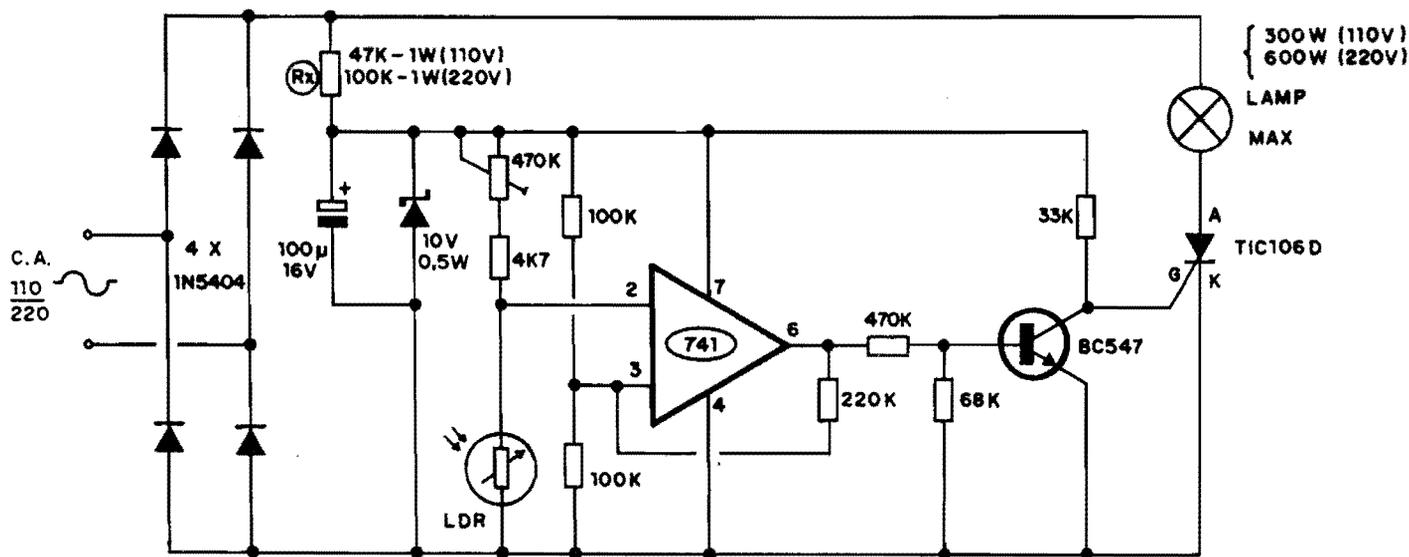

Fig. 1
- FIG. 1 - DIAGRAMA ESQUEMÁTICO DO CIRCUITO - Toda a sofisticação do circuito (se comparado a outros projetos com "intenções" semelhantes...) está no uso de um sensível comparador de Tensão, baseado num Integrado 741 cujas duas Entradas (a inversora, no pino 2, e a não inversora, no pino 3...) fazem o sensoramento de dois "nós" de uma ponte resistiva (um dos métodos mais precisos e sensíveis para se avaliar mesmo pequenas modificações das grandezas Resistência ou Tensão...), da qual um ramo é formado pelo conjunto equilibrado, determinado pelo "totem" de dois resistores de 100K, colocando
O lado não cobreado da placa mostra todos os principais componentes, relacionados e estilizados por valores, códigos, polaridades e outros detalhes importantes, a partir dos quais fica muito fácil ao Leitor acomodar corretamente as peças nos seus devidos lugares (e em posições corretas...). Os maiores cuidados devem ser dedicados à colocação dos componentes **polarizados**: o Integrado 741 com sua extremidade marcada voltada para o resistor de 4K7, o SCR TIC106D com sua lapela metálica virada para a posição ocupada pelo resistor de 68K, o transistor BC547 com seu lado "chato" virado para o resistor de 33K, o diodo **zenec** com sua extremidade de **catodo** (marcada pelo anel ou faixa) apontando para o eletrolítico de 100u, este com seu terminal **positivo** posicionado junto à borda próxima da placa, e, finalmente, os 4 diodos maiores (1N5404) com suas extremidades marcadas voltadas para a face "superior" na placa (na posição em que o Impresso é visto, na figura...). Verifiquem também a posição de **Rx**, cujo valor dependerá (ver "esquema" na FIG. 1 e a LISTA DE PEÇAS...) da tensão da rede local... (quanto aos resistores comuns, atenção para não "trocar as bolas" no que se refere aos valores, em função das posições ocupadas... Terminadas todas as inserções e soldagens, verificar cada posição, valor, código, polaridade, pontos de solda (pelo outro lado da placa...), e só então "amputar" os excessos das